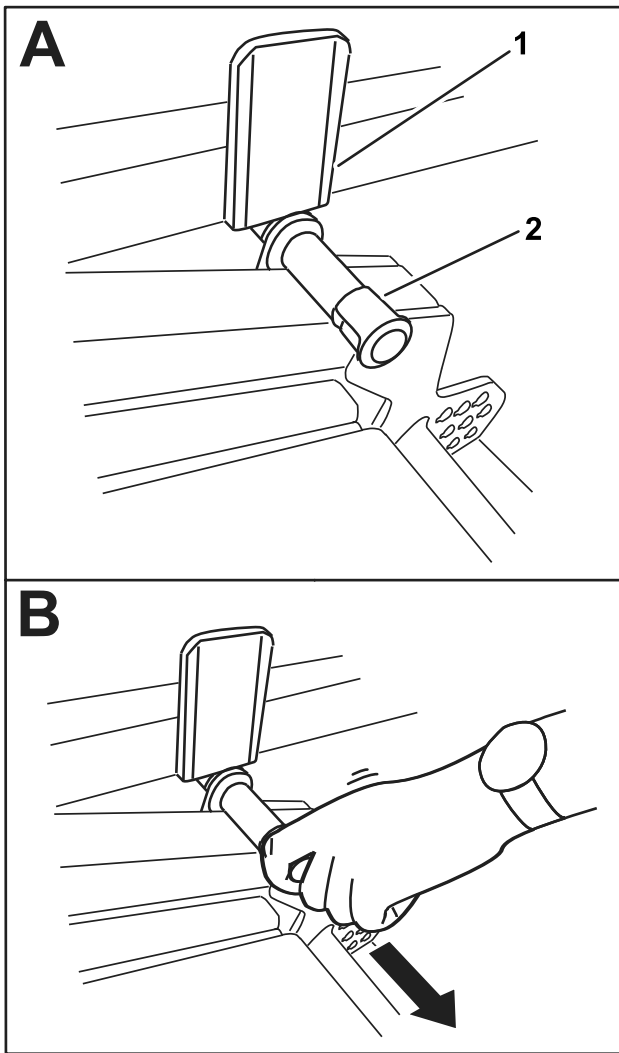

Figura 39
2. Gire la unidad de corte lentamente hacia abajo hasta que el pasador entre en contacto con la placa del brazo de elevación (A en la Figura 39).
3. Presione hacia abajo con el pie sobre la unidad de corte, luego tire hacia fuera del pasador (B en la Figura 39) para dejar que la unidad de corte se asiente en la posición de TRANSPORTE.